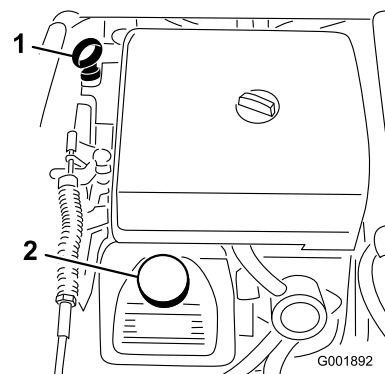

Figure 50
2. Retirez la jauge et essuyez-la sur un chiffon propre (Figure 50). Remettez la jauge dans le tube en l'enfonçant au maximum. Sortez de nouveau la jauge et vérifiez le niveau d'huile.
3. Si le niveau est trop bas, enlevez le bouchon de remplissage du couvre-culasse (Figure 50) et versez
8. Versez lentement environ 80% de la quantité d'huile spécifiée dans le goulot de remplissage (Figure 50).